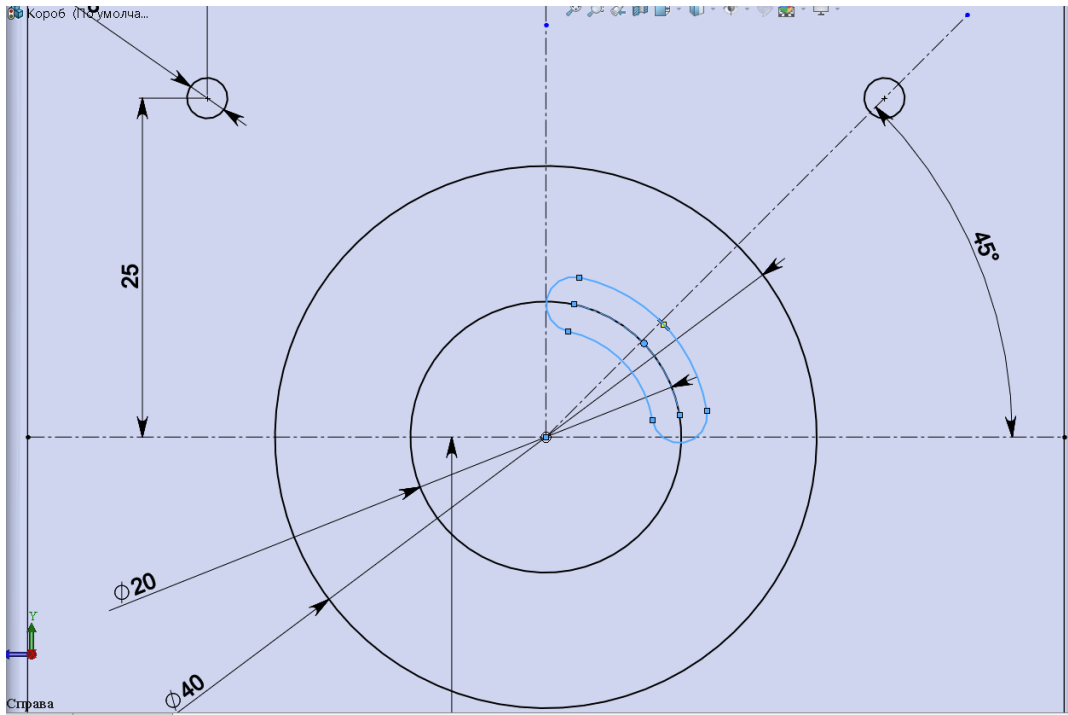

Рисунок 12 – создание малой прорези
13. На меньшей окружности в первой четверти (где проведена осевая линия из пункта 11) построить прорезь по трем точкам (сначала задаются крайние положения) (рис. 12).